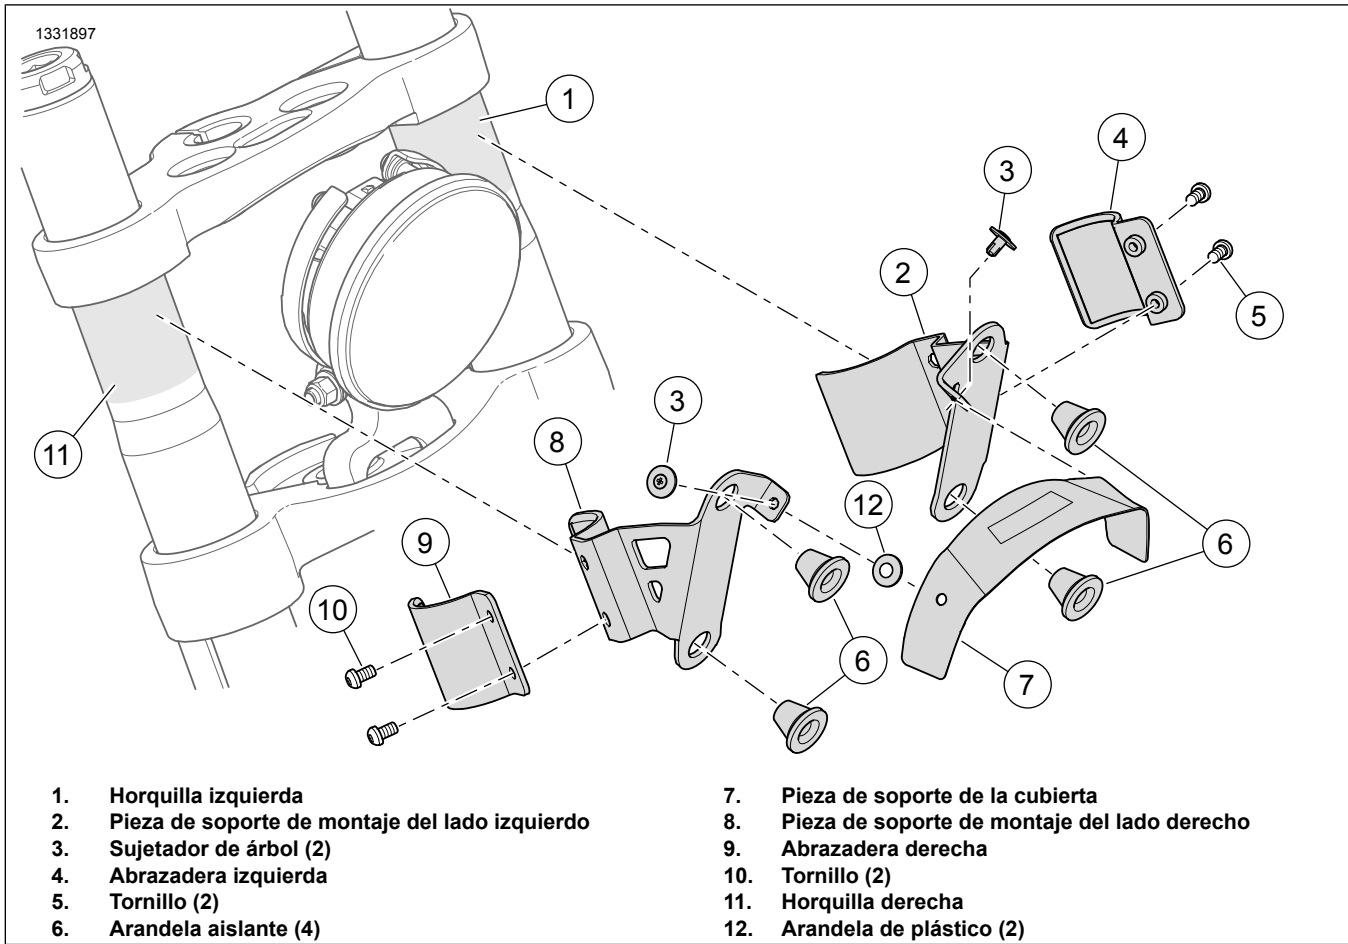

Figura 6. Conjunto de la pieza de soporte
2. Figura 6 Instala el conjunto de la pieza de soporte de montaje.
- a. Limpia el área de montaje de la horquilla izquierda (1).
- b. Instala sin apretar la pieza de soporte de montaje del lado izquierdo (2), abrazadera (4) y tornillos (5).
- a. Limpia la horquilla del área de montaje del lado derecho (11).
- b. Instala sin apretar la pieza de soporte de montaje del lado derecho (8), abrazadera (9) y tornillos (10).
- a. Adherir la arandela de plástico (12) a cada orificio del soporte de la cubierta (7).
- b. Alinea los agujeros del sujetador en las piezas de soporte de la izquierda y derecha (2 y 8) con la pieza de soporte de la cubierta (7).
- c. Asegúrate de que la pieza de soporte de la cubierta (7) esté centrada en el faro delantero.
- d. Instala los sujetadores de árbol (3) cuando las piezas de soporte estén alineados correctamente.